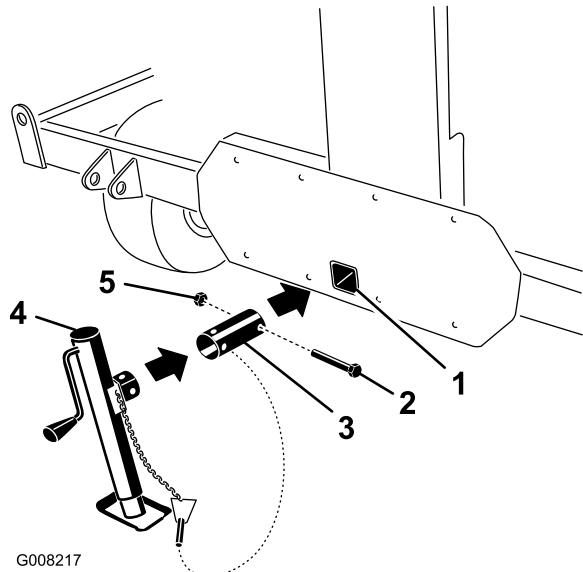

Figure 8
3. Insérez le tube de la béquille dans le trou de montage de la barre de remorquage (Figure 8).
5. À l'aide du boulon et de l'écrou retirés précédemment, fixez le tube sur le ProCore (Figure 8).
6. Emboîtez la béquille sur le tube, alignez les trous de montage et fixez le tout avec la goupille à anneau (Figure 8 et Figure 9).